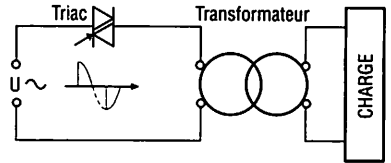

Fig. 5 : Régulation de courant par triac.
- La régulation du courant s'effectue par un triac qui permet de limiter le courant dans le circuit (fig. 5).